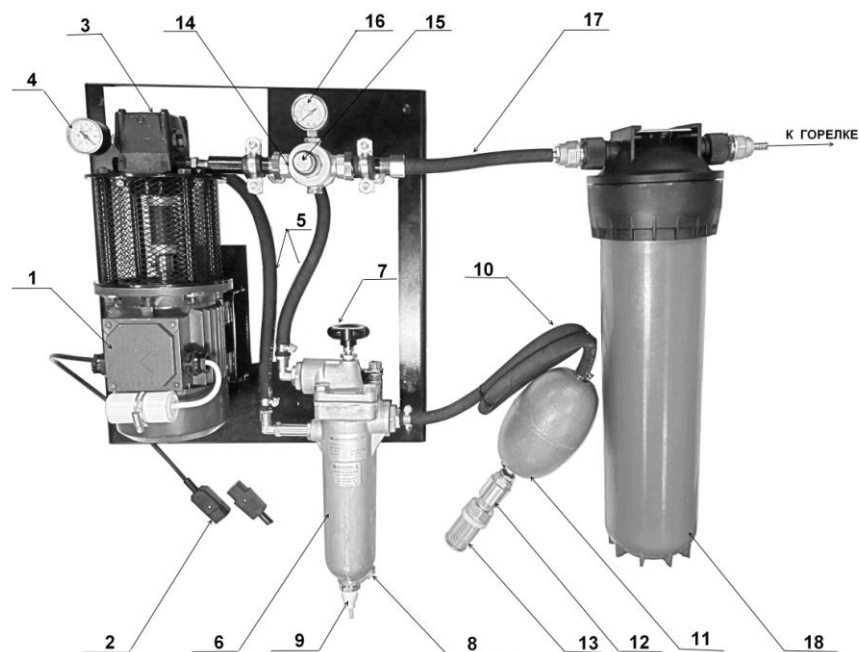
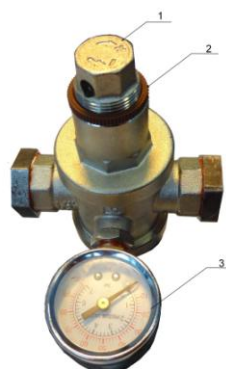

Рис. 15. Блок топливного насоса.
Рис.17. Регулятор давления топлива.
Топливо забирается из расходного бака (*температура топлива не менее +12С*) топливным насосом (Рис.15 поз.3). Проходит через плавающий топливозаборник (Рис.15 поз.10) состоящий из сетчатого фильтра (Рис.15 поз.13), обратного клапана (Рис. 15 поз.12) , шлага 2 м и поплавка (Рис.15 поз.11). Затем топливо поступает на патрубок присоединения топливозаборника (Рис.16 поз.1),очищается в самоочищающемся фильтре и через патрубок подачи топлива (Рис.16 поз. 2) поступает в топливный насос (Рис.15 поз.3). Излишки топлива по трубопроводам циркуляции (Рис.15 поз.5) сбрасываются в самоочищающийся фильтр (Рис.16 поз.3). Разряжение на всасе насоса измеряется вакууметром (Рис.15 поз.6). Если разряжение более 0,4 бар произведите очистку сетчатого фильтра (Рис.15 поз.13) и самоочищающегося фильтра (Рис.16) провернув 4-5 раз маховик фильтра (Рис.16 поз 4).
Из насоса (Рис.15 поз.3) топливо подается на регулятор давления топлива (Рис.15 поз.15), для увеличения давления поворачивайте регулировочный винт (Рис.17 поз.1) по часовой стрелке, для уменьшения против часовой. Давление топлива контролируйте по манометру (Рис.17 поз.3). После регулировки, зафиксируйте регулировочный винт (Рис.17 поз.1) контргайкой (Рис.17 поз.2). Давление топлива после регулятора давление должно быть 2-4 бар.
Далее топливо по топливопроводам (Рис.15 поз.17) проходит через фильтр тонкой очистки (Рис.15 поз. 18) и поступает в горелку.
При сильном загрязнении фильтра на всасе топливного насоса (Рис.17 поз.13), самоочищающегося фильтра (Рис.17 поз.6), фильтра топливного насоса (Рис. 20 поз.3), фильтра тонкой очистки (Рис.17 поз.18) возрастает усилие на валу насоса, что ведет к перегреву и выходу из строя электродвигателя и топочного автомата. Для предотвращения данной ситуации в электрическом шкафе горелки (Рис.6 поз.1) установлен автомат с надписью «НАСОС», который при увеличении токовой нагрузки отключит электродвигатель топливного насоса.
***При срабатывании автомата «НАСОС» немедленно произвести чистку фильтра на всасе топливного насоса (Рис.17 поз.13), самоочищающегося фильтра (Рис.17 поз.6), фильтра топливного насоса (Рис. 20 поз.3), замену картриджа фильтра тонкой очистки (Рис.17 поз.18).***
3.5.2. Заполните топливом всасывающий трубопровод, самоочищающийся фильтр, насос, фильтр тонкой очистки и топливный бак Горелки. Для чего в комплекте топливного насоса предусмотрен кабель с вилкой прямого питания от сети 220 В, соедините кабель с разъемом топливного насоса (Рис.15 поз.2). На топливном баке Горелки есть кран сброса воздуха (Рис. 6 поз. 12). Подключите топливный насос напрямую к сети 220 В и откройте кран сброса воздуха. Когда топливная система заполнится, через шланг начнет стекать масло с пузырьками воздуха. После удаления воздуха закройте кран (Рис. 6 поз. 12). Питание насоса подключите по постоянной схеме.
- следить за показаниями вакуумметра на топливном насосе. При разрежении минус 0,4 бар необходимо очистить фильтр на входе насоса (Рис. 15 поз 13) и провернуть 5-6 раз маховик самоочищающегося фильтра;
- при падении давления топлива манометре на 0,05 бар (Рис.7 поз.15) проверить состояние фильтра насоса (Рис.17 поз.3) выполнить очистку фильтра топливного насоса п.4.5.1, произвести замену фильтрующей вставки (Рис.21 поз.3) фильтра тонкой очистки п.4.5.2;